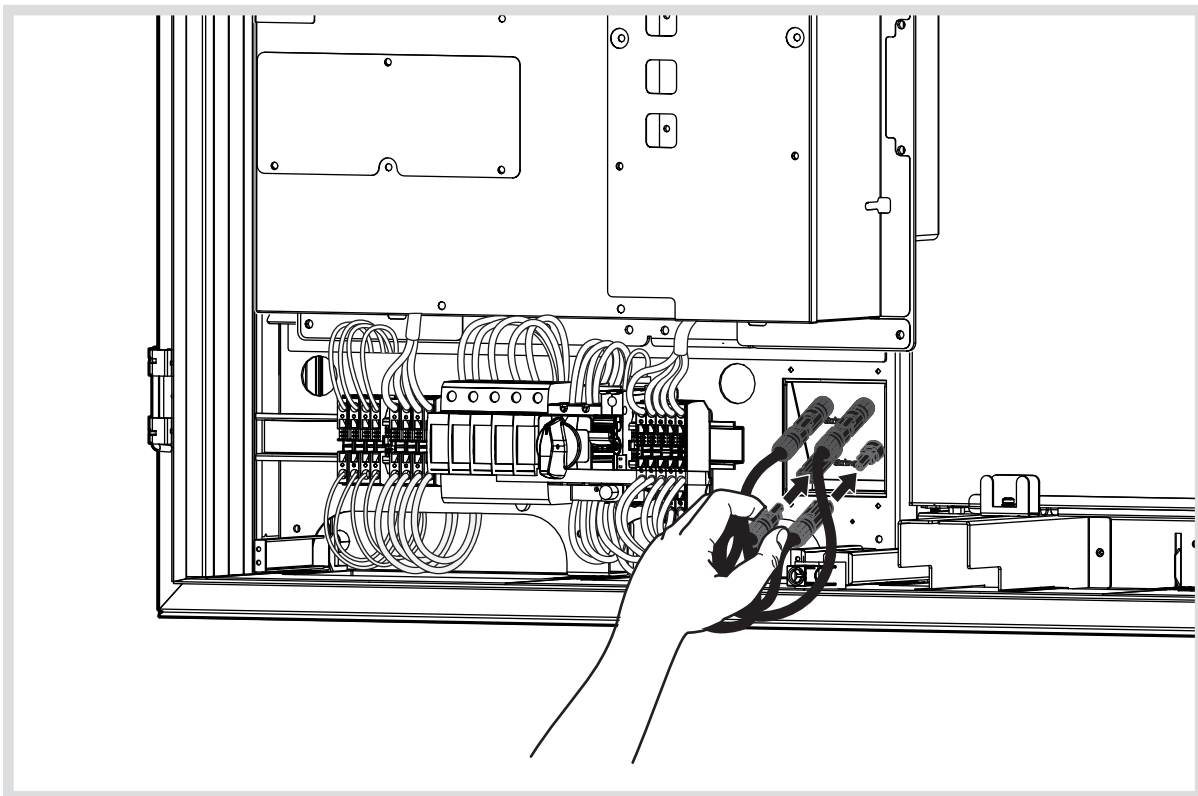

Bild 30: Anschluss der Photovoltaik-Module
- MC4-Stecker in die mit + gekennzeichnete MC4-Buchse stecken (Bild 30).
- MC4-Buchse auf den mit – gekennzeichneten MC4-Stecker stecken (Bild 30).